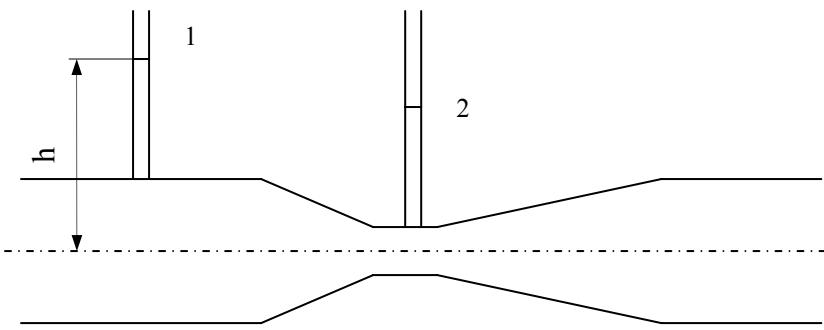

Рисунок 3.3 – Водомер Вентури
3.20 Определить перепад уровней воды в пьезометрах (см. рис. 3.3), если расход через водомер равен $8 \text{ м}^3 / \text{ч}$, диаметры участков прибора составляют 100 мм и 40 мм. Коэффициент расхода принять равным 0,98.